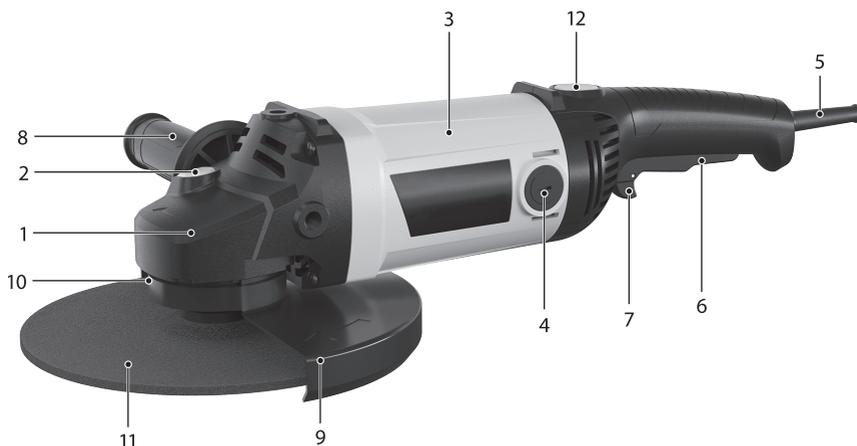

Рис. 1
Общий вид машины представлен на рис. 1.
- ослабить винт фиксации кожуха 10 (рис. 1) при помощи ключа, ослабив крепежный хомут;
Для включения машины необходимо нажать клавишу выключателя б (рис. 1), предварительно переместив кнопку блокировки выключателя 7 (рис. 1) вперед. Для отключения машины отпустите клавишу выключателя. В случае если выключатель был зафиксирован во включенном состоянии – кратковременно нажмите на клавишу выключателя.